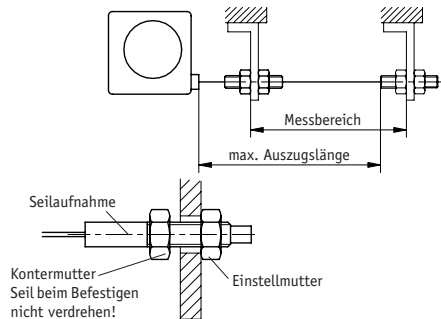

Abb. 2: Prüfung Auszugslänge
- Prüfen Sie nach der Befestigung des Seilzuggebers, die maximale Auszugslänge (Abb. 2). Das Seilabschluss-Stück bzw. das Seil muss bis an die vorgesehene Befestigungsstelle ausgezogen werden. Das Seil darf dabei nicht verdreht werden.
Das Seil muss lotrecht zum Seilzugang geführt werden (Abb. 2).